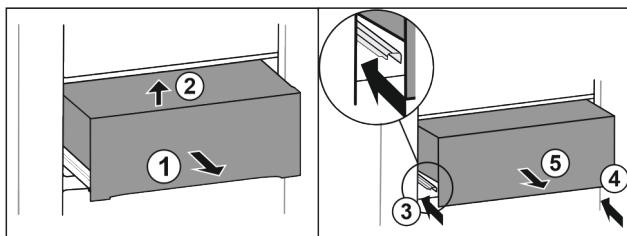

Fig. 22
- Витягніть ящик на половину Fig. 22 (1).
- Підняти вперед Fig. 22 (2).
- Вставити ліву рейку Fig. 22 (3).
- Вставити праву рейку Fig. 22 (4).
- Вийняти висувний ящик рухом вперед Fig. 22 (5).